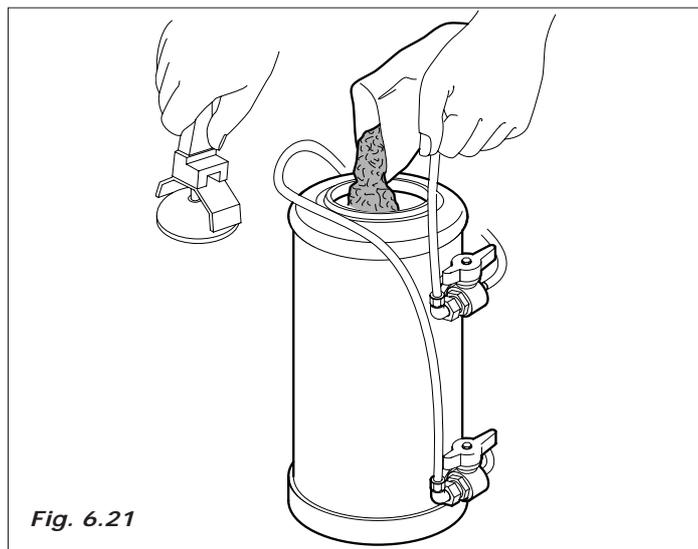

Fig. 6.21
- Abrir la tapa e introducir 1,5kg de sal de cocina (Fig.6.21)